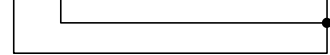

Fig. 7
*Nota:* Si no se conectan dispositivos de seguridad en cierre, puenteen los bornes CL y -TX FSW (fig. 7).
**Nota:** Si no se conectan dispositivos de seguridad en apertura, puenteen las entradas OP y -TX FSW (fig. 7).